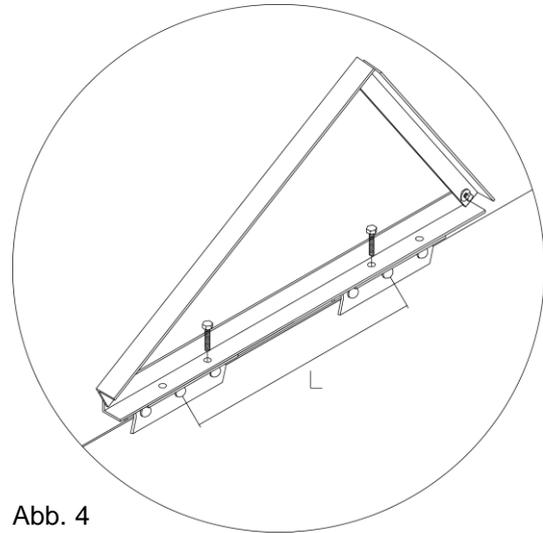

Abb. 4
3. Der Abstand (L) zwischen oberer und unterer Blechfalzklemme beträgt bei Aufstellgarnitur als Variante VERTIKAL 1900 mm und bei HORIZONTAL 870 mm (Abb. 4).